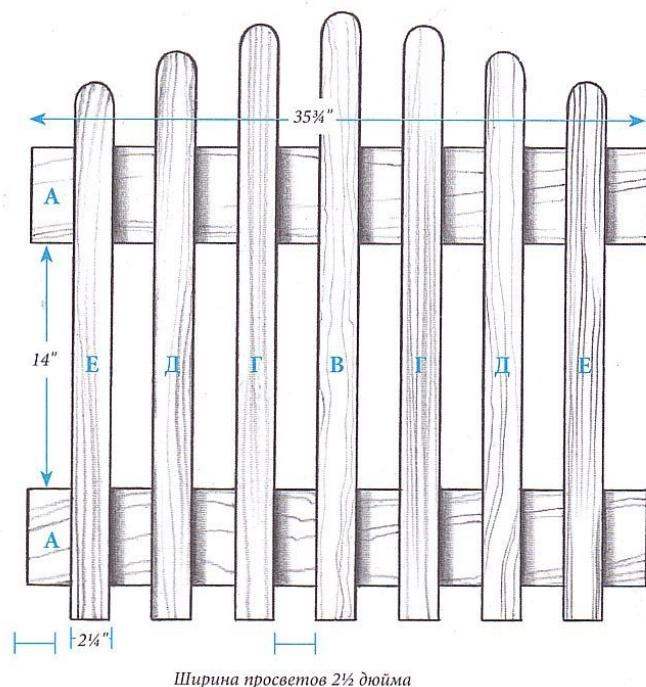

РИСУНОК 1
Прижмите перекладины (A) пружинными зажимами к своей рабочей поверхности так, чтобы они расположились параллельно на расстоянии 14 дюймов друг от друга. Измерьте обе диагонали и убедитесь в прямизне углов. Сверху поместите штакетины (Г), (Д) и (Е), как показано на рис. 1, и прибейте их гвоздями.